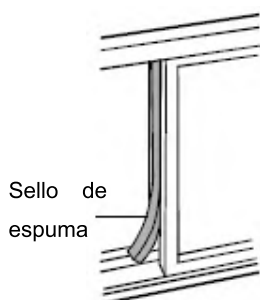

Fig.15
5. Corte el sello de espuma a una longitud adecuada y selle la brecha abierta entre la hoja de la ventana superior y la hoja de la ventana exterior. Se muestra como en la Fig.15.